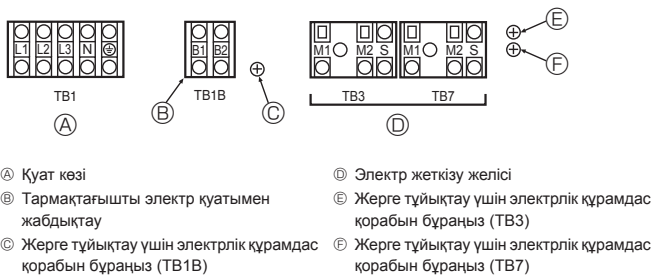

Fig. 6-1
6.2. Бақылау қорабы және сымдардың байланыс орны (Fig. 6-1)